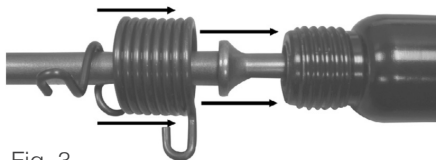
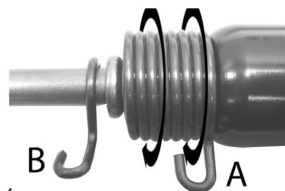

Fig. 3
Fig. 4
- Inserte el mango del cincel en el cilindro de la pistola (fig. 3).
- Coloque el anillo de sujeción sobre el cincel (fig. 3) y bájelo hasta la rosca del cilindro del martillo. atornille el retén del resorte al cilindro usando un movimiento en el sentido de las agujas del reloj y usando la presión en la etiqueta B hasta que el retén esté totalmente colocado (fig. 4) y el cincel quede sujeto por la etiqueta del retén del resorte (B).